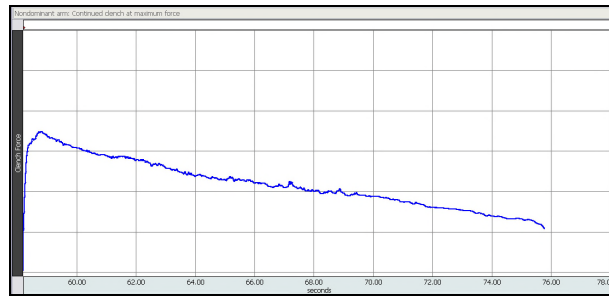

Fig. 2.15 Ejemplo datos – Fatiga
- Si es similar a la Fig. 2.15, presione **Continuar** para proceder a la sección de registro opcional, o clic en **Parar** para finalizar el registro.